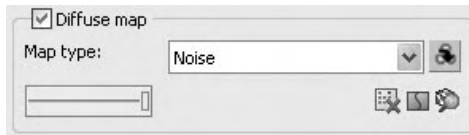

Fig.13.39
- Cliquez sur le bouton **Paramètres du Bruit (Click for Noise settings)** (fig.13.39).